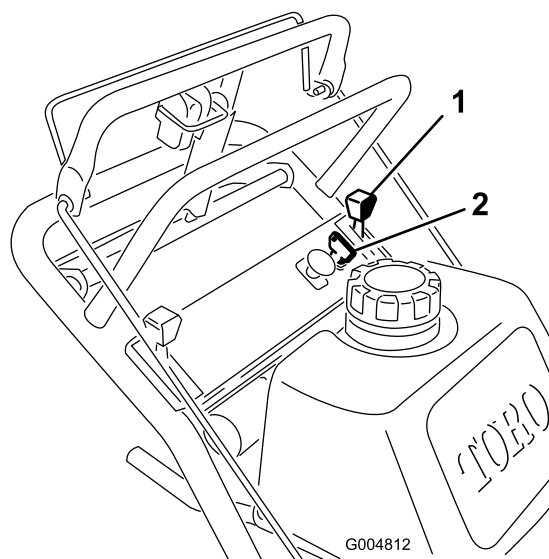

Figure 8
1. Réglez la commande d'accélérateur en position **bas régime** (Figure 8).
3. Tournez la clé de contact à la position **contact coupé** (Figure 8).